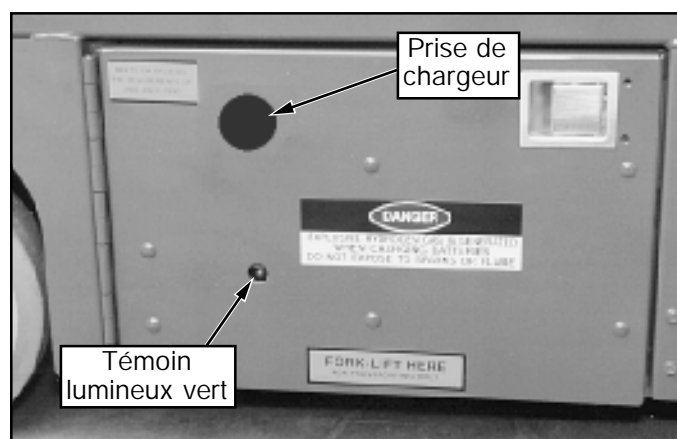

Figure 6 : Module d'alimentation, côté droit du châssis
3. Brancher une rallonge (conducteur de 1,5 mm2 (gauge 12) minimum et de 15 m (50 pieds) de long maximum) sur la prise du chargeur située à travers le trou du côté gauche du châssis (Figure 6). Brancher la rallonge sur une prise de courant correctement mise à la terre d'une tension et d'une fréquence appropriées.